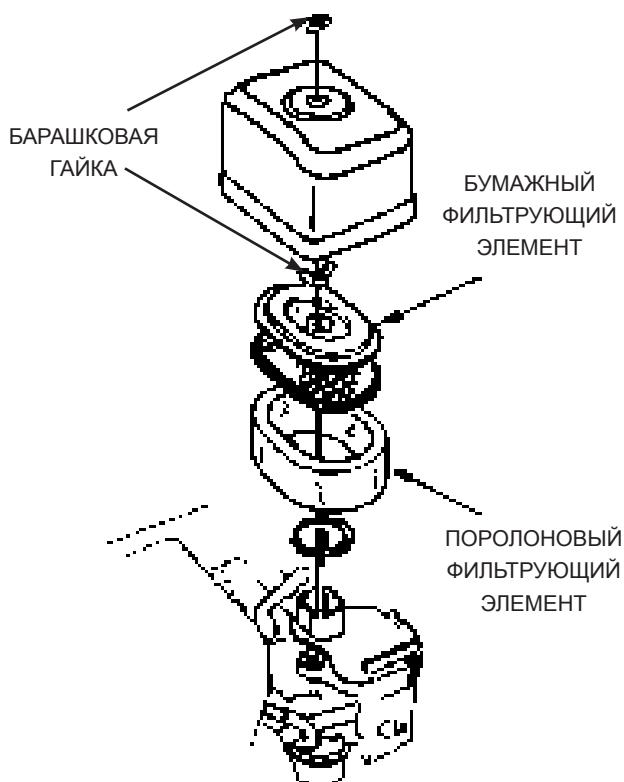

Рис.14
1. Открутить барашковые гайки и снять крышку воздушного фильтра и фильтр(Рис.14)